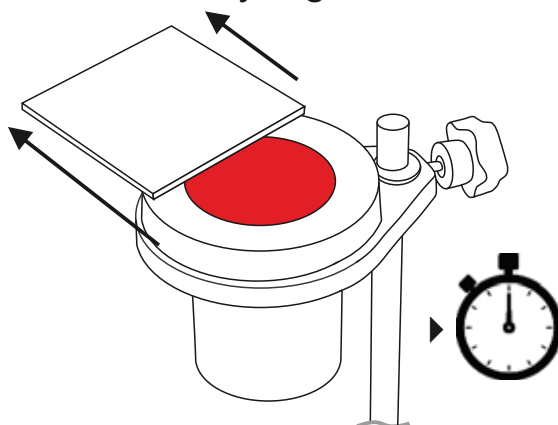

Figura 4
- 7 Retire la placa de vidrio y ponga en marcha el cronómetro^a (Figura 4).